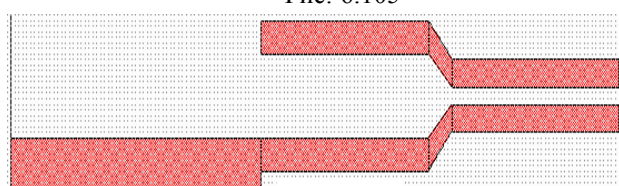

Рис. 6.106
10. Установите курсор на скопированные проводники, нажмите левую кнопку мышки и подключите их нижнему проводнику (рис. 6.106).